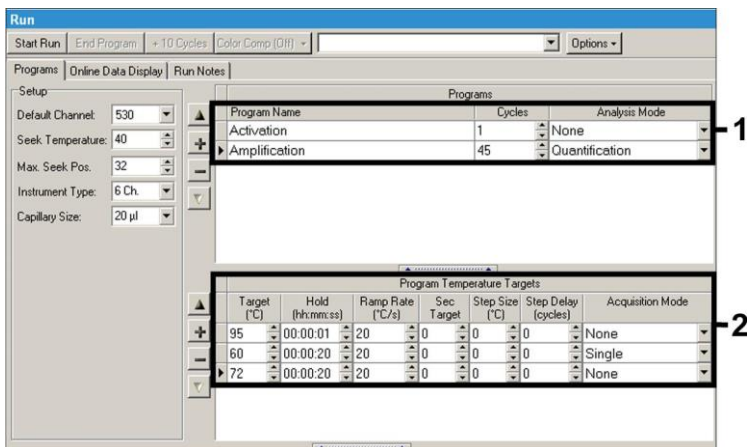

Fig. 7: Amplificación del ADN.
- B. Amplificación del ADN Fig. 7